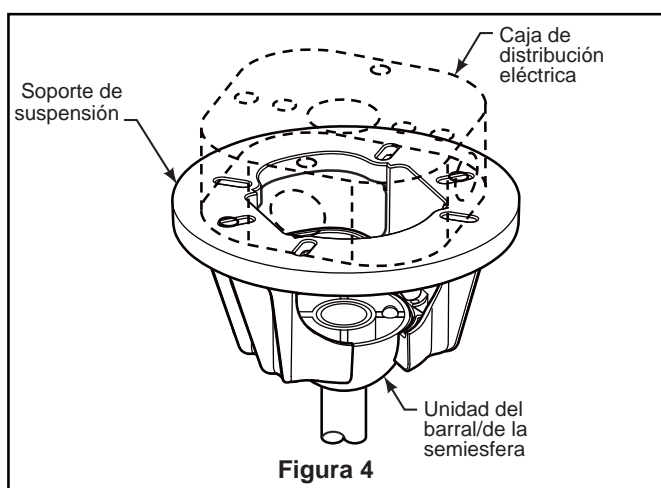

Figura 4
3. Con cuidado, levante el ventilador y apoye la unidad del barral/de la semiesfera en el soporte de suspensión que acaba de fijar a la caja de distribución eléctrica (Figura 4). Asegúrese de que la ranura en la semiesfera esté alineada con el reborde del soporte de suspensión (Figura 3).